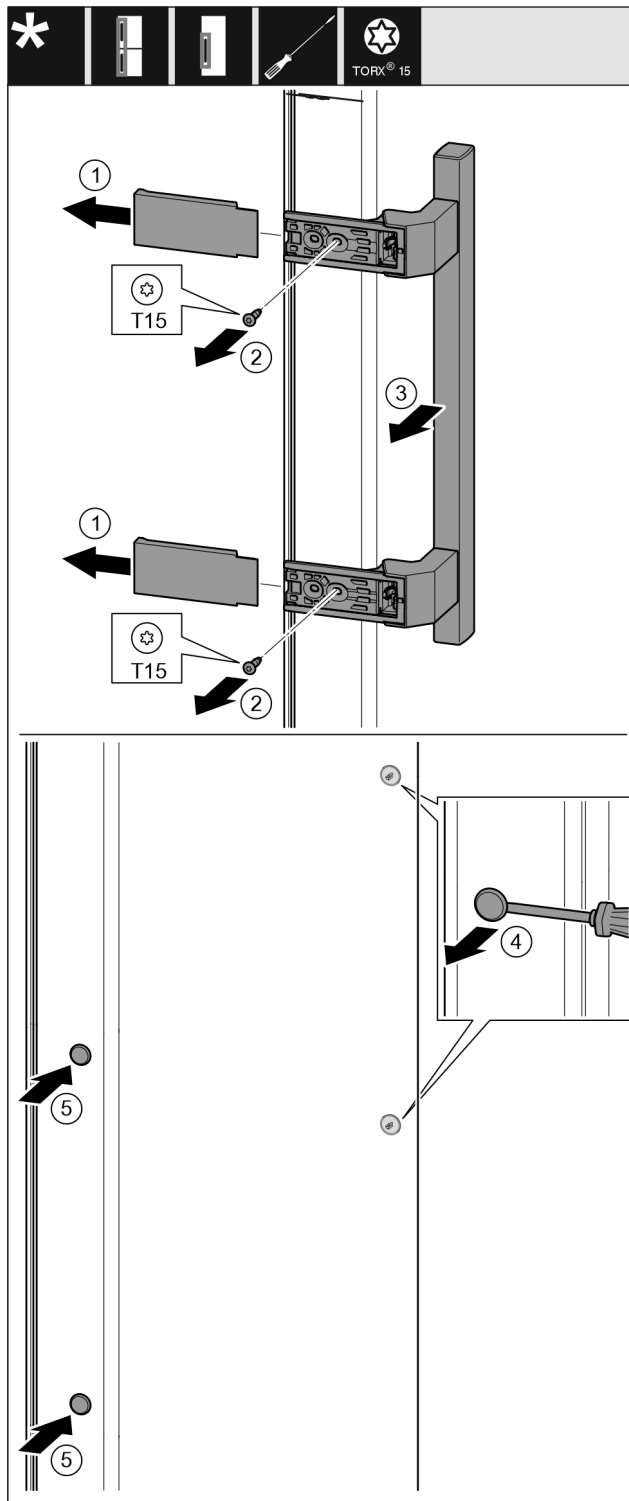

Fig. 17
- ▶ Nutraukite dengiamąją plokštelę. Fig. 17 (1)
- ▶ Išsukite varžtus atsuktuvu T15. Fig. 17 (2)
- ▶ Nuimkite rankenėlę. Fig. 17 (3)
- ▶ Šoninį kaištį atsargiai pakelkite išdrožiniu atsuktuvu ir jį ištraukite. Fig. 17 (4)
- ▶ Vėl įstatykite kaištį kitoje pusėje. Fig. 17 (5)